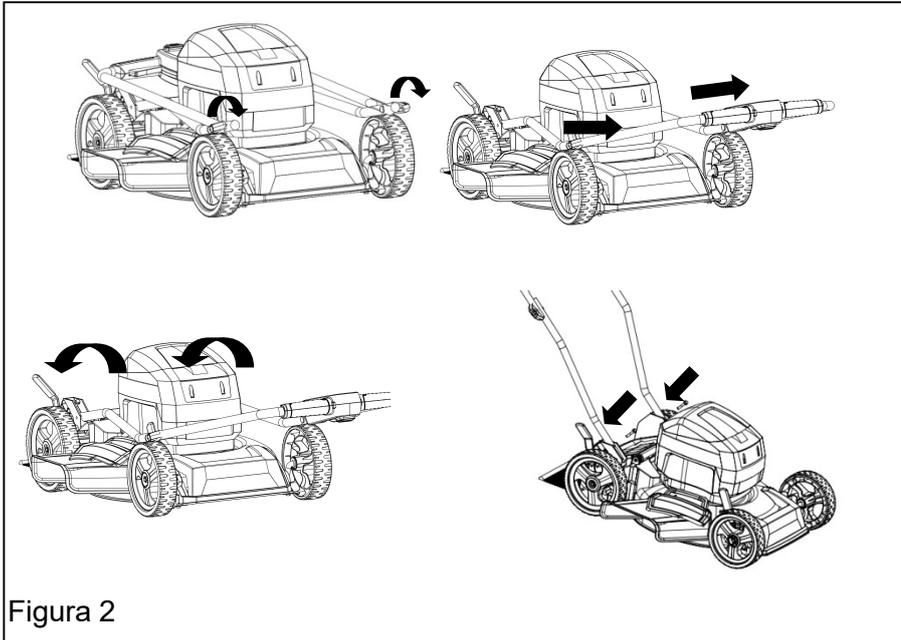

Figura 2
**FIJE LA MANIJA INFERIOR Y SUPERIOR** (Ver Figura 2)
#### **La manija puede plegarse completamente para guardarla. (Ver Figura 2)**